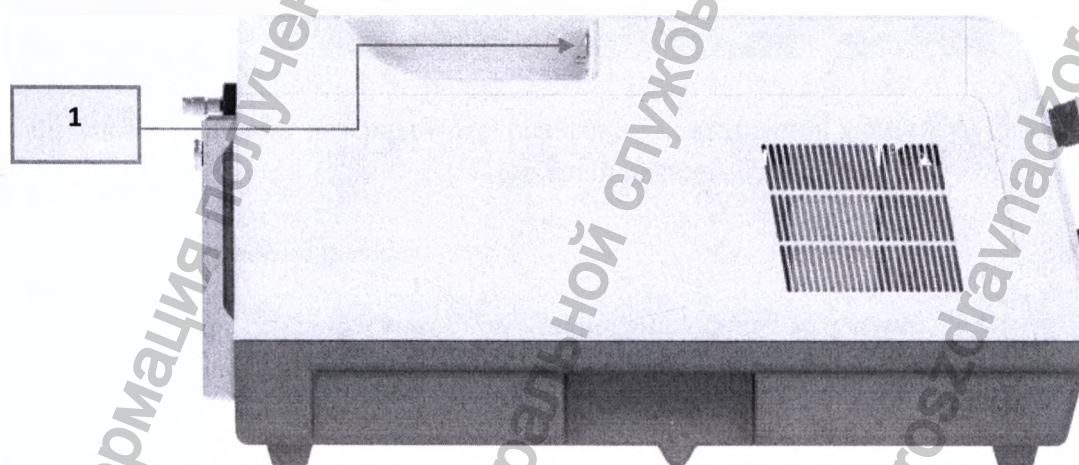

Рисунок 4. Аппарат лазерный хирургический повышенной мощности «FiberLase U1» – Вид сбоку (слева)
Опасность излучения от волоконного инструмента и оптического разъема на Аппарате (1) (рис. 4) (когда волоконный инструмент отсоединён):
После подготовки волоконного инструмента подключите его к оптическому разъему на Аппарате (1) (рис. 4). Перед проведением операции убедитесь, что волоконный инструмент зафиксирован на Аппарате.